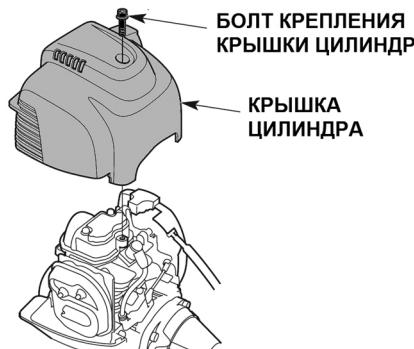

Рис. 19 Снятие крышки цилиндра
1. Выкрутите болт крепления крышки цилиндра и снимите крышку цилиндра (Рис. 19).